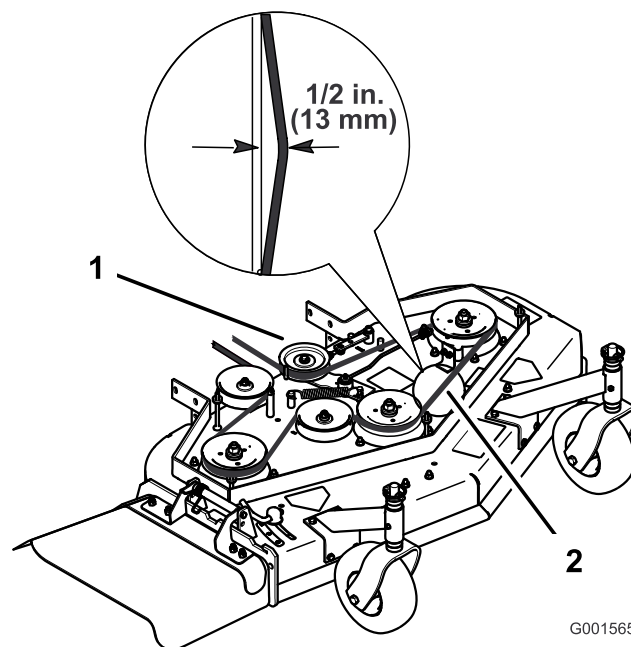

**Figura 52**
3. Afloje la contratuerca del tensor (Figura 52).
4. Gire el tensor hacia la parte trasera del cortacésped para aumentar la tensión de la correa. Gire el tensor hacia la parte delantera del cortacésped para reducir la tensión de la correa (Figura 52).
**Nota:** La tensión correcta de la correa del cortacésped es de 44-67 N-m (10-15 pies-libra) con la correa desviada 13 mm (1/2 pulgada) en el punto intermedio entre las poleas (Figura 52).